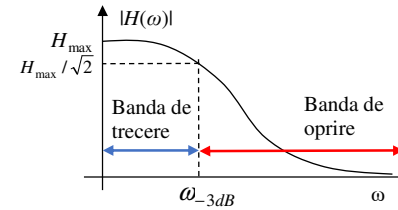

Figura 2a):  $|H(\omega)|$  de tip FTJ
**banda de oprire** este intervalul de frecvențe cu valori mai mari decât frecvența de tăiere (Figura 2a).